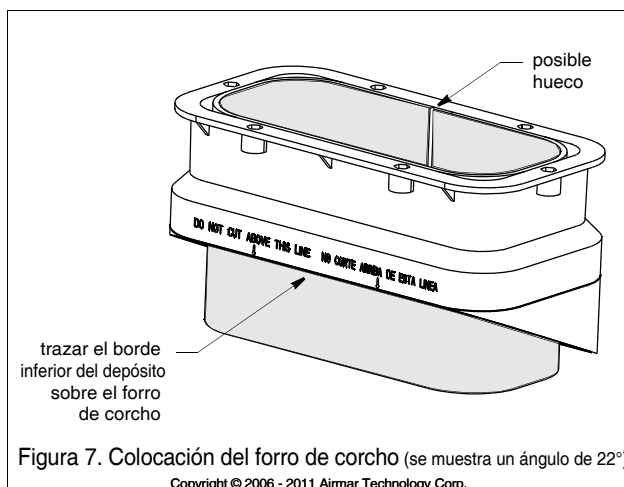

Figura 7. Colocación del forro de corcho (se muestra un ángulo de 22°)
4. El depósito se suministra con un forro de corcho para reducir los ecos. Cuando haya cortado el depósito, envuelva el interior del depósito con el forro de corcho (figura 7). Junte los lados del forro a tope a lo largo del centro del lado más alto. Trace el borde inferior del depósito en el forro.